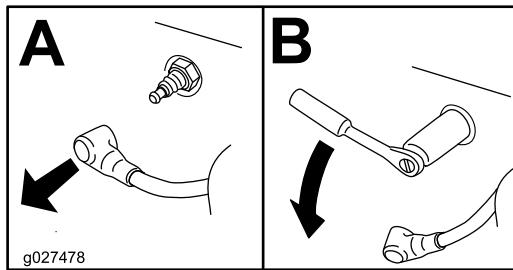

Figura 39
- Retire la bujía (Figura 39).